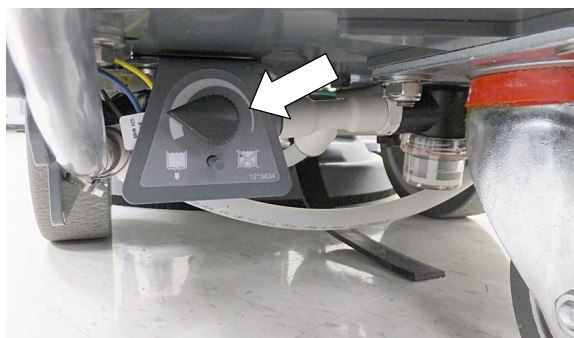

ABB. 73
10. T300e- Modell - Um die Frischwasserdosierung bei herkömmlichem Schrubben einzustellen, drehen Sie den Frischwasserdosierungsknopf unter der Maschine (Abbildung 73).